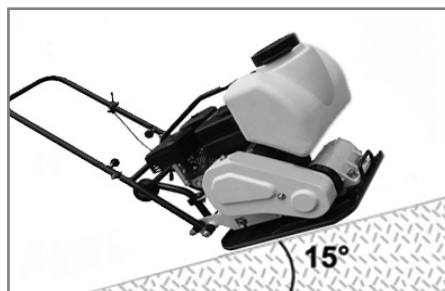

Рис. 16 Максимальный угол наклона виброплиты
11. Будьте предельно внимательны при работе на склонах. Максимальный угол наклона не должен превышать 15° (Рис. 16). Угол наклона измеряется, когда виброплита стоит на твердой ровной поверхности и бак заполнен топливом.